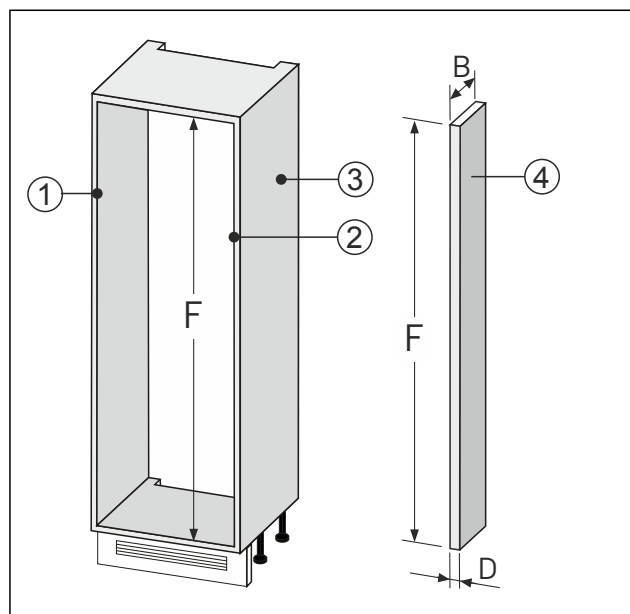

Fig. 92
- Zhotovte stěnové vyrovnání Fig. 92 (4) podle výše uvedených rozměrů.